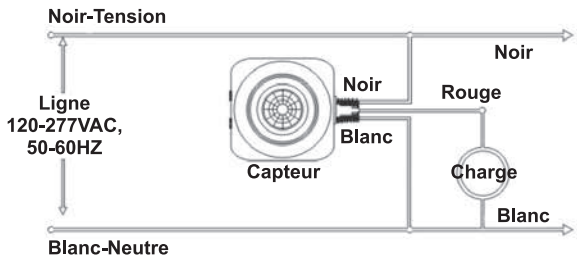

Fig. 3B
3. Connectez le câbles par le schéma de câblage comme suit: NOIR sur TENSION, ROJO à CHARGE; BLANC à NEUTRE. Connectez les câbles existants avec les câbles du capteur SEN-OC2 comme suit. Couvrir en toute sécurité en utilisant des connecteurs de torsion fournis. (Voir fig. 3B).
5. Connectez les fils du capteur à travers le raccord fileté au luminaire ou la boîte électrique et connectez les fils selon le schéma de câblage: connectez les fils existants avec le capteur SEN-OC2 comme indiqué ci-dessus. Couvrir en toute sécurité en utilisant des connecteurs de torsion fournis. (Voir Fig. 3B)